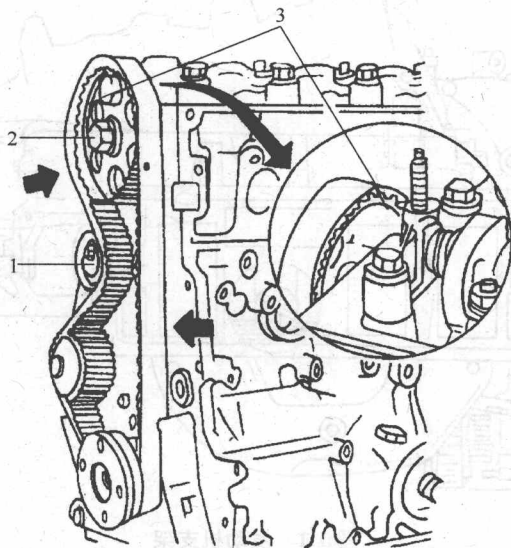

图 1-3 拆下正时同步带
②如图 1-3 所示,插入止动销(专用工具),松开张紧轮,取下正时带。